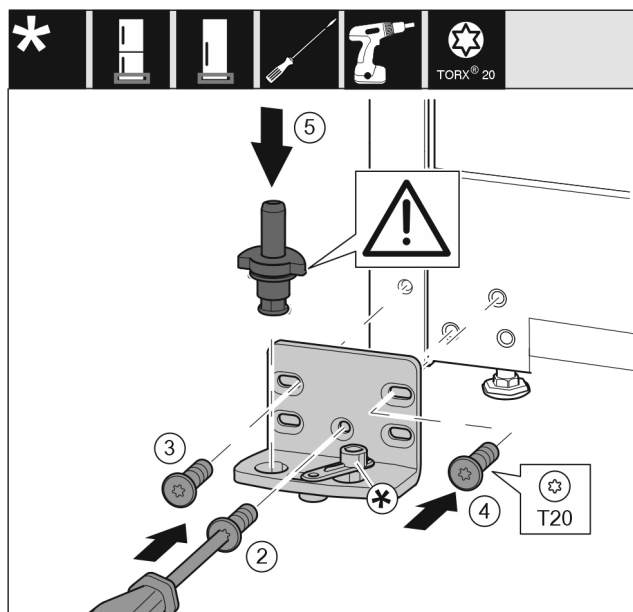

Fig. 16
- ▶ Coloque el soporte de cojinete en el otro lado y atorníllelo con la ayuda de un destornillador T20. Comience por el tornillo 2 en la parte inferior central. Fig. 16 (2)
- ▶ Atornille los tornillos 3 y 4. Fig. 16 (3,4)
- ▶ Coloque el perno de cojinete completo. Preste atención a que el saliente de retención esté orientado hacia atrás. Fig. 16 (5)